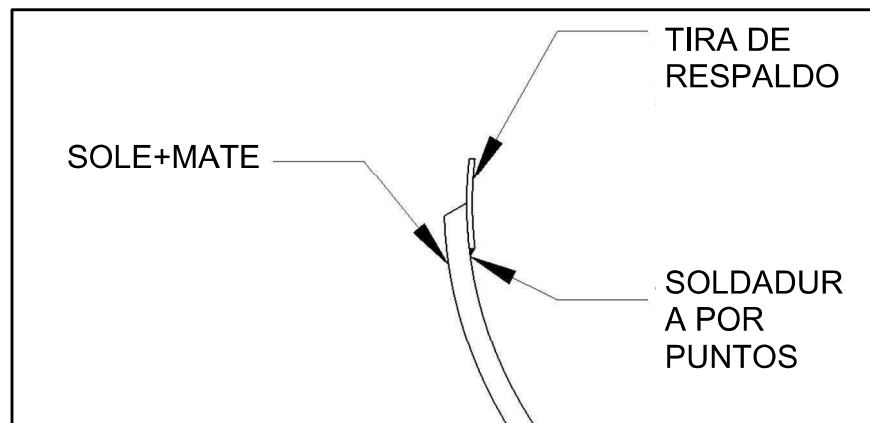

Figura 4
4. Podría ser útil soldar con puntos las tiras de respaldo a la mitad inferior de ambos chaflanes de la soldadura longitudinal de la camisa como se muestra en la Figura 4. Coloque la tira de respaldo con aproximadamente la mitad de ella encima del chaflán.